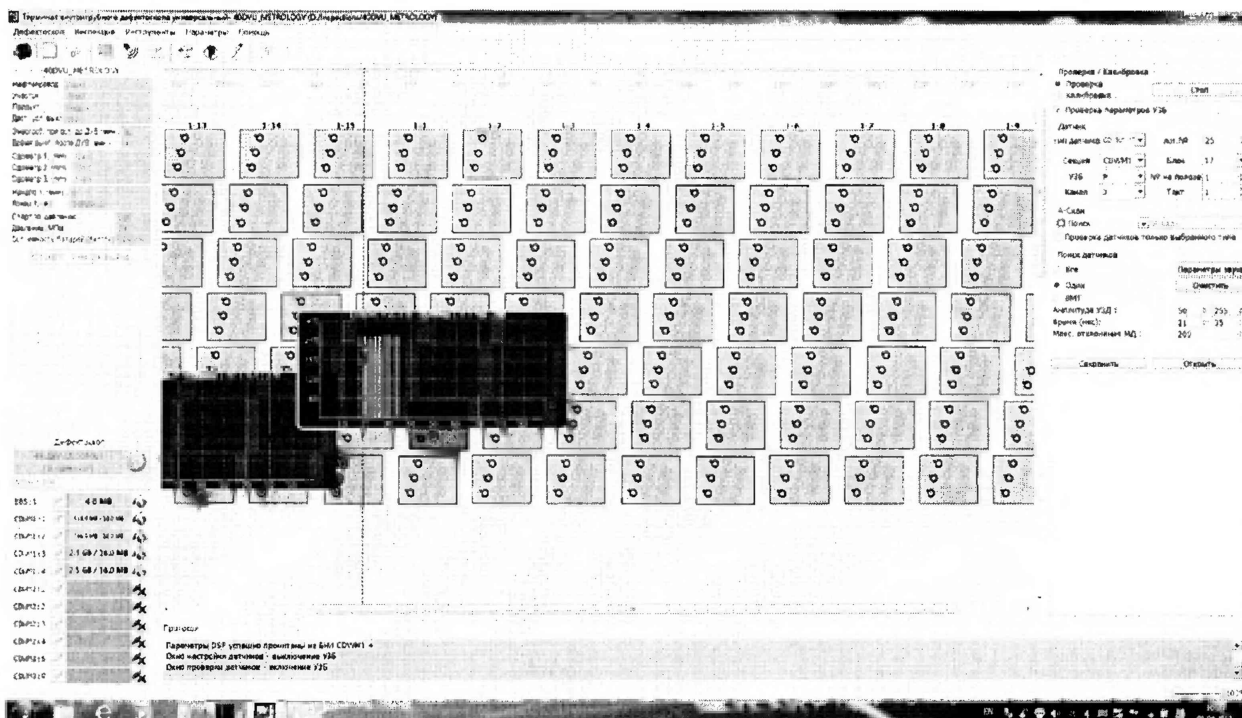

Рисунок 33 – Окно проверки датчиков.
8.4.4.17 Выбрать пункт меню «Датчики». Откроется окно проверка датчиков (Рисунок 33).